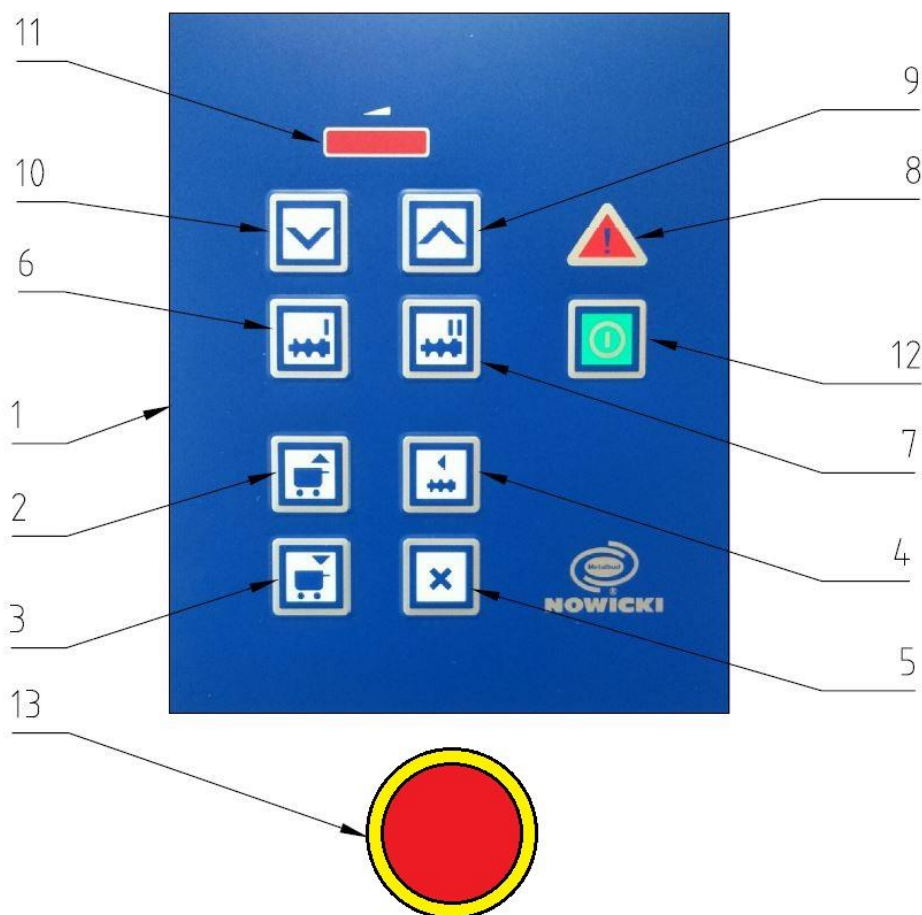

Рисунок 6. Панель управления
- Включить управление путем снятия блокады с предохранительного выключателя АВАРИЙНАЯ ОСТАНОВКА и нажатием на кнопку сброса (поз. 12 рис. 6),
все приводы будут остановлены, а на управляющем пульте волчка загорится лампочка, сигнализирующая помехи в работе поз.8 рис. 6.